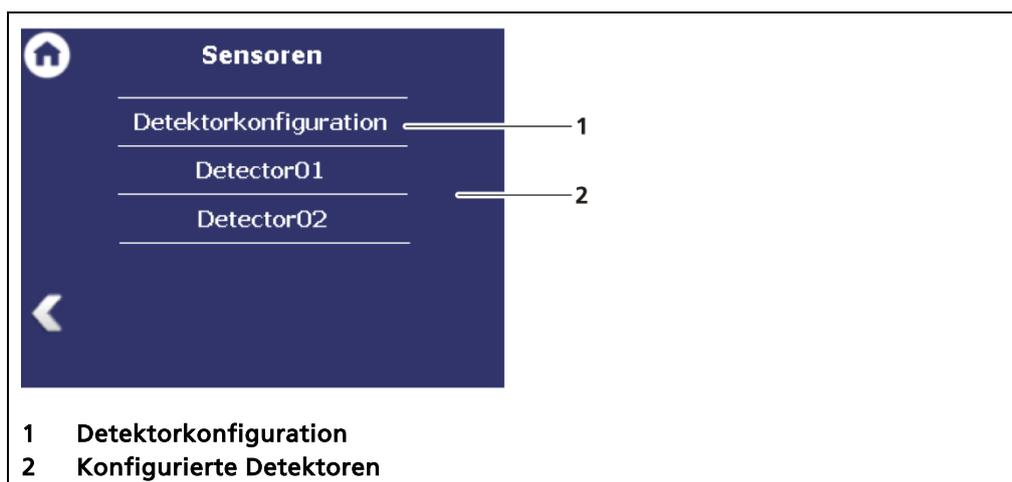

Abb. 55 Menü „Sensoren“
- Detektorkonfiguration (Abb. 55, Pos.1)
- Konfiguration des jeweiligen Detektors (Abb. 55, Pos.2)
Wenn vom System kein Detektor erkannt wird, kann das Untermenü „Detektor“ (Abb. 55, Pos.2) nicht angewählt werden.
Im Untermenü „Detektorkonfiguration“ werden die Detektoren für das Messsystem hinzugefügt und konfiguriert. Es werden nur konfigurierte Detektoren aufgelistet und im Menü (Abb. 55) dargestellt. Bei der Auswahl eines Detektors werden der Detektortyp (Abb. 56, Pos.5) und Messaufgabe (Abb. 56, Pos.4) angezeigt.